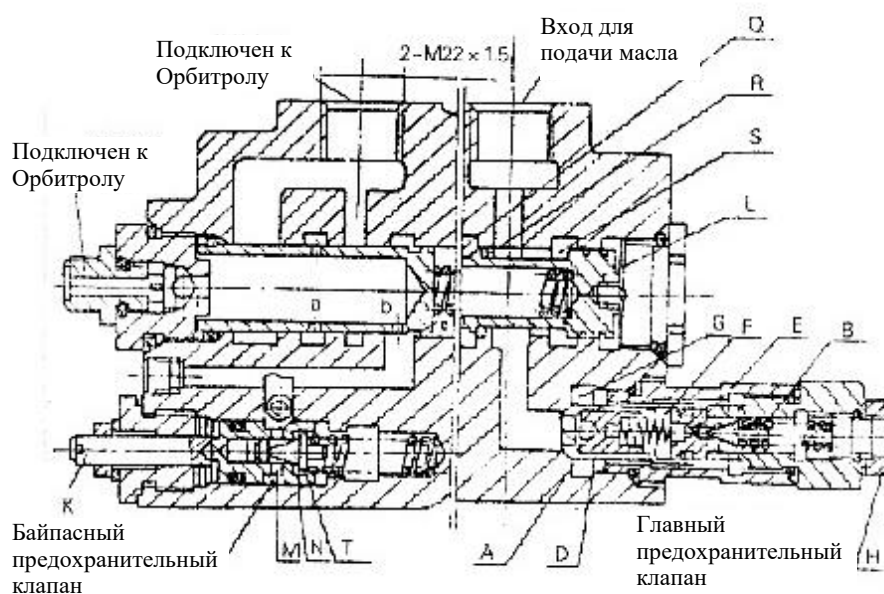

Рис. 7-5
6.3.2 Главный предохранительный перепускной клапан и байпасный клапан (рис. 7-5)